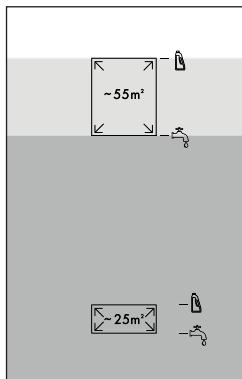

Fig. 9
- ◆ Pour de grandes surfaces (jusqu'à 55 m²), remplissez de l'eau du robinet ou de l'eau distillée jusqu'au troisième repère de niveau de remplissage dans le réservoir d'eau fraîche ⑪ (voir fig. 9).
- ◆ Pour de grandes surfaces (jusqu'à 55 m²) remplissez du produit de nettoyage jusqu'au quatrième repère de niveau de remplissage dans le réservoir d'eau fraîche ⑪ (voir fig. 9).